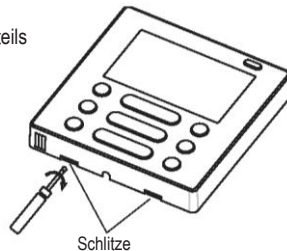

Abb. 3-4
- Stecken Sie einen Schlitzschraubendreher in die Schlitz des unteren Teils des kabelgebundenen Bedienteils (2 Stellen) und entfernen Sie den oberen Teil des Bedienteils. (Abb.3-4)